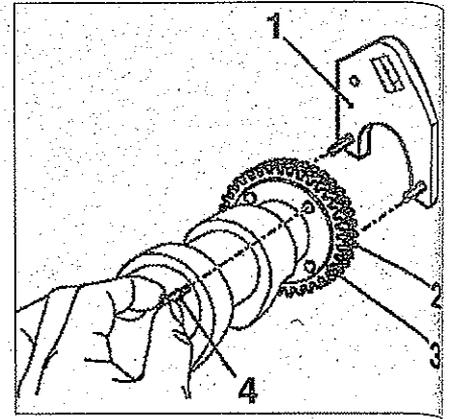

FIG. 33
- Apretar el piñón de eje de levas de escape (3) y del piñón de compensación (2) con el pasador (4) (fig. 33).
- Al sustituir del eje de levas de escape, efectuar el apriete previo del piñón de compensación (2) en el piñón de escape (3) con el útil (1) Opel KM-6092, colocar el pasador (4) KM-6092-10 en posición (fig. 33).